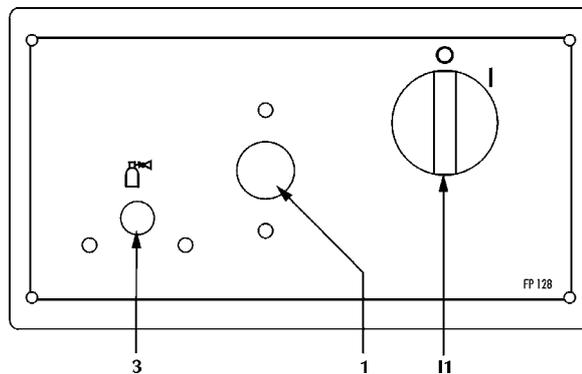

Fig.3
Si illumina con l'interruttore di accensione sul pannello posteriore (Fig. 3) "I1" in posizione "I". E' indice di impianto acceso e in tensione.
4.1.4.3 Pannello comandi posteriore (Fig. 3)